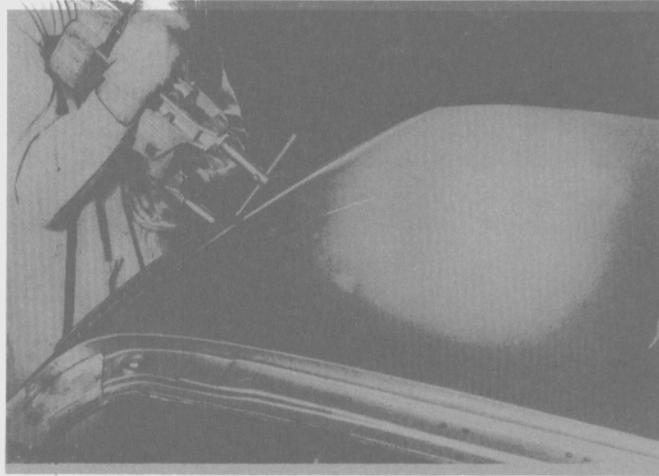

Fig. 53
- Soldar por puntos el panel del techo a lo largo de los goteros (Fig. 53).